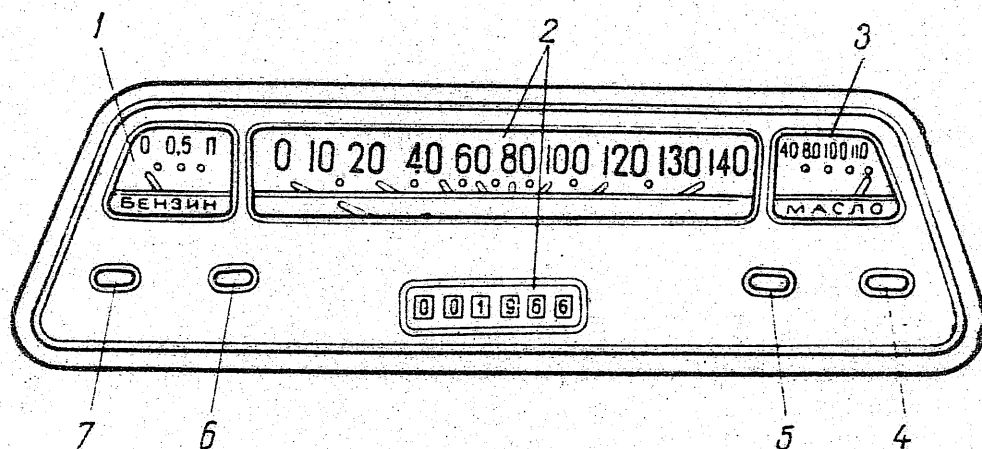

Bild 3. Armaturenbrett:
**Armaturenbrett (Bild 3),** an dem montiert sind: